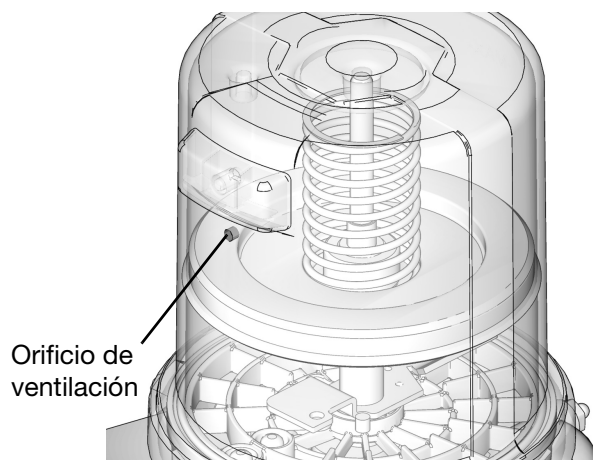

FIG. 16
3. Llene el depósito con grasa hasta que la junta del plato seguidor sobrepase el orificio de ventilación (FIG. 16) y se haya expulsado la mayor parte de aire del depósito.